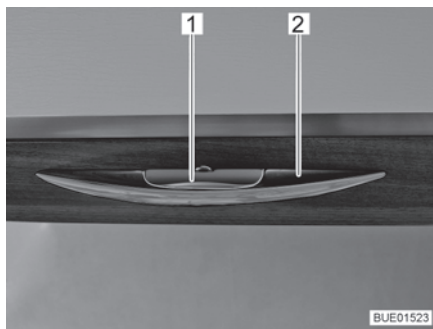

Fig. 47 Porte de placard avec poignée de déverrouillage
- Enfoncer la poignée de déverrouillage (Fig. 47,1) et la maintenir enfoncée.
- Tirer sur la poignée (Fig. 47,2) jusqu'à ce que la porte de placard s'ouvre.